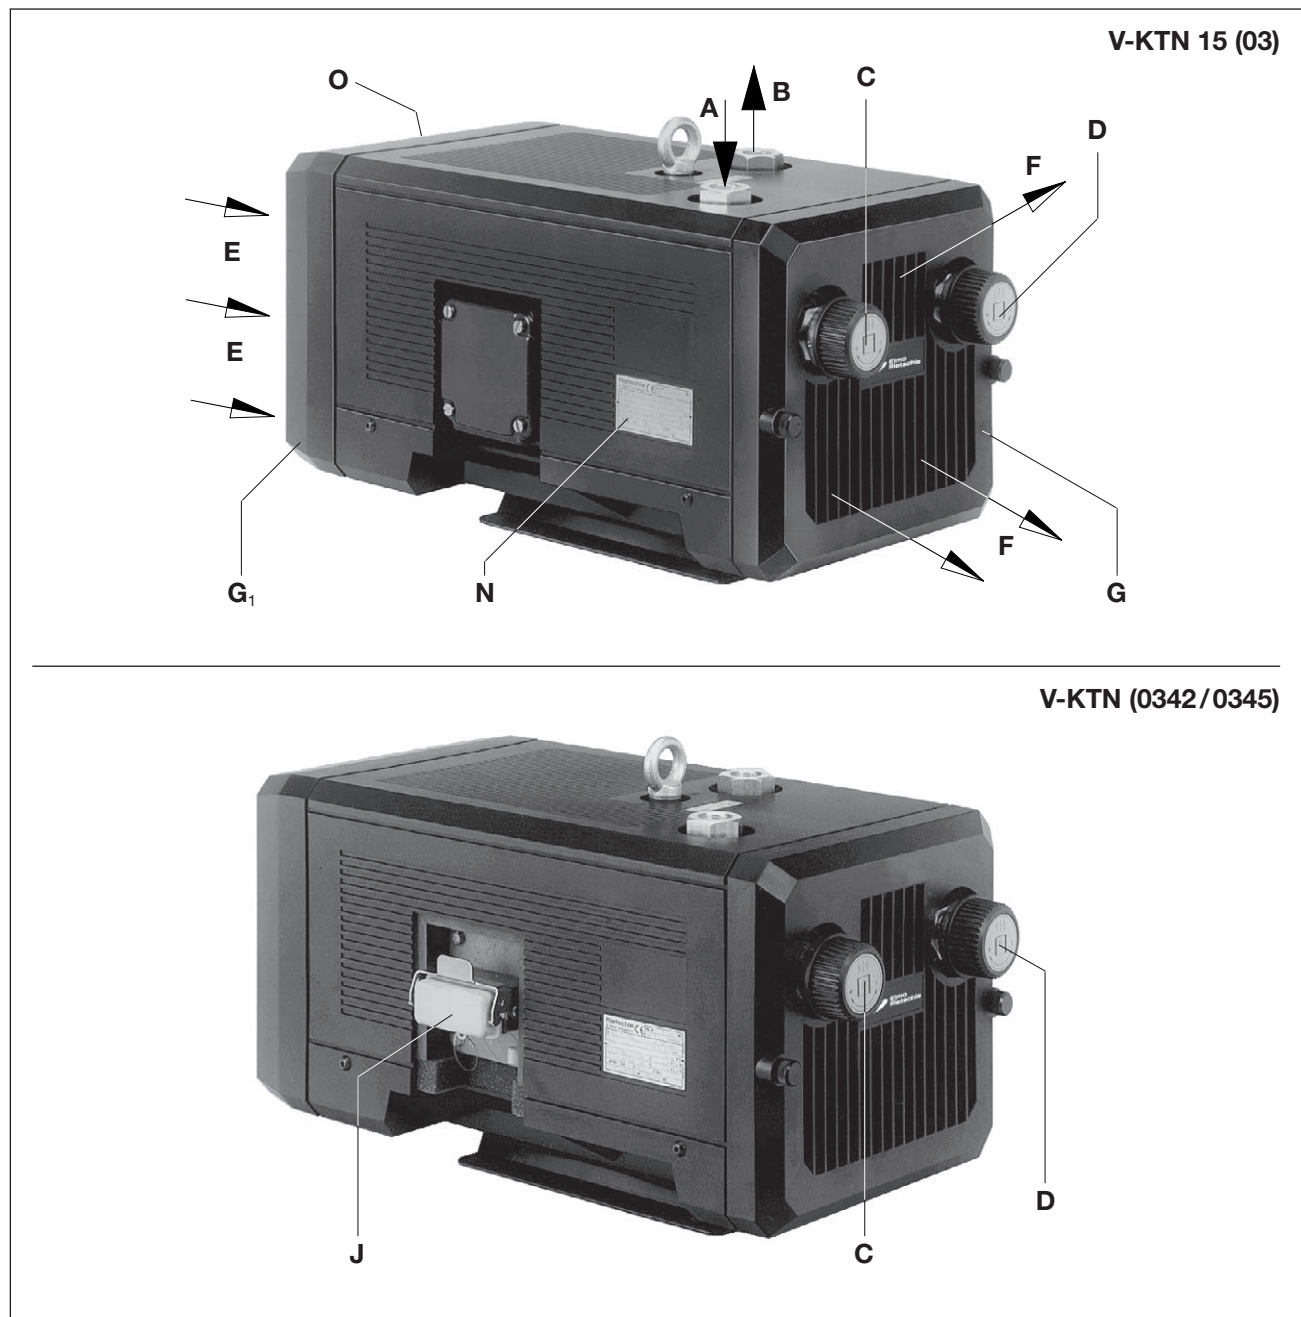
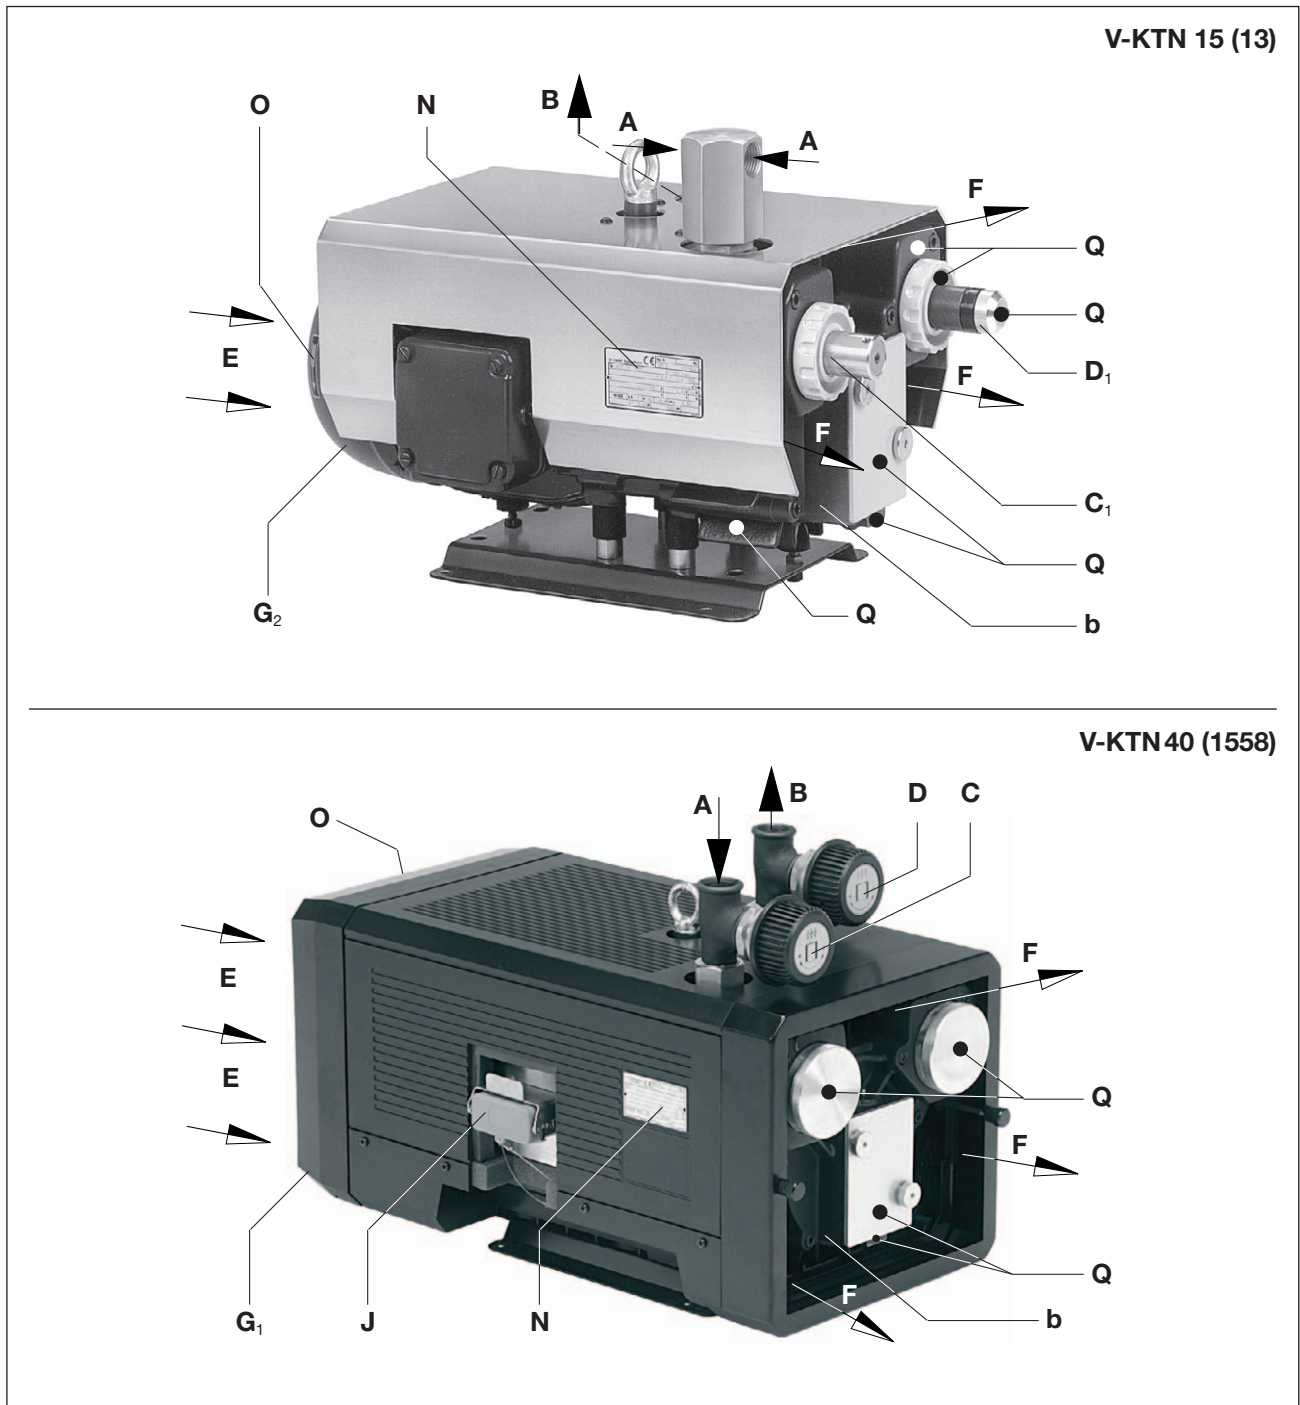

Abb. 2 Druckvakuumpumpe V-KTN (03)
Abb. 3 Druckvakuumpumpe V-KTN (13) / V-KTN (1558)
Die V-KTN (01 → 06) und (08 → 10) befinden sich in einer Schallhaube aus Kunststoff. Innerhalb der Schallhaube befindet sich auch ein Ventilator, durch den die Kühlung erfolgt. Das Vakuum-Regulierventil (Abb. 2/C) und das Druck-Regulierventil (Abb. 2/D) erlauben die Einstellung von Vakuum und Druck auf gewünschte, jedoch nach oben begrenzte Werte.
Die V-KTN (13) befindet sich in einer Blechhaube. Die Kühlung erfolgt hier durch den Motorventilator. Die V-KTN (13) hat saugseitig ein Vakuum-Sicherheitsventil (Abb. 3/C1) und druckseitig ein Druck-Begrenzungsventil (Abb. 3/D1).
Der Nennvolumenstrom beträgt 15, 25 und 40 m³/h bei 50 Hz. Die saug- und druckseitigen Belastungsgrenzen (bar) sind auf dem Datenschild (Abb. 2/N) angegeben. Die Abhängigkeit des Volumenstroms von den Überdrücken zeigt das Datenblatt D 480.
Zum Demontieren des Ausblasgitters (Abb. 2/G), Ansauggitters (Abb. 2/G1) und Gehäusedeckels (Abb. 3/b) müssen für Wartungsarbeiten mindestens 30 cm Platz vorhanden sein. Zusätzlich ist zu beachten, dass die Kühlluft eintritte (Abb. 2/E) und Kühlluftaustritte (Abb. 2/F) mindestens 10 cm Abstand zur nächsten Wand haben (austretende Kühlluft darf nicht wieder angesaugt werden).
- a) Vakuumanschluss bei (Abb. 2/A) und Druckanschluss bei (Abb. 2/B).
Die erforderlichen Druck- und Vakuumbereiche können mit dem Druck-Regulierventil (Abb. 2/D) und dem Vakuum-Regulierventil (Abb. 2/C) entsprechend dem auf dem Drehknopf angebrachten Symbol-schild eingestellt werden.
- a) Die elektrischen Motordaten sind auf dem Datenschild (Abb. 2/N) bzw. dem Motordatenschild angegeben. Die Motoren entsprechen DIN EN 60034 und sind in Schutzart IP 55 und Isolationsklasse F ausgeführt. Das entsprechende Anschlusschema befindet sich im Klemmenkasten des Motors (entfällt bei Ausführung mit Steckeranschluss). Die Motordaten sind mit den Daten des vorhandenen Stromnetzes zu vergleichen (Stromart, Spannung, Netzfrequenz, zulässige Stromstärke).
- b) Motor über Steckeranschluss (Abb. 2/J) bzw. Motorschutzschalter anschließen (zur Absicherung ist ein Motorschutzschalter und zur Zugentlastung des Anschluss-Kabels ist eine Kabelverschraubung vorzusehen).
Im betriebswarmen Zustand können die Oberflächentemperaturen an den Bauteilen (Abb. 3/Q) über 70°C ansteigen.
- ▷ Die vorgesehene Drehrichtung der Antriebswelle ist durch den Drehrichtungspfeil (Abb. 2/O) gekennzeichnet.